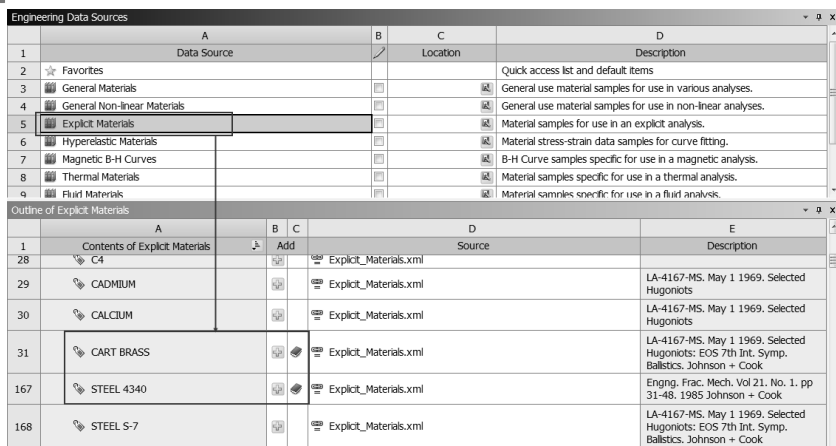

图 11-12 材料选择
Step1：双击项目 B 中的 B2 (Engineering Data) 工程数据选项，此时在弹出的工程数据管理器的工具栏中单击 按钮，如图 11-12 所示，在 Engineering Data Sources (工程数据源) 中选择 Explicit Materials (显示分析材料库) 选项，然后在 Outline of Explicit Materials (显示分析材料列表) 中 STEEL 4340 和 CART BRASS 两种材料后面的 按钮上单击，选中两种材料。